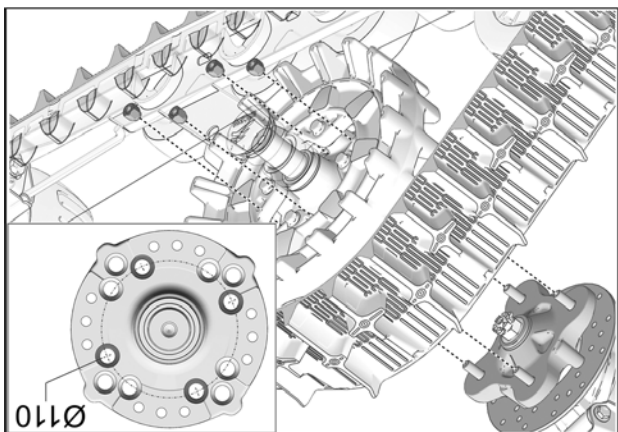

Fig. 10
9. Fixer le système de traction au moyeu de roue arrière. Utiliser le cercle de perçage de $\varnothing 110$ mm et les écrous de roue d'origine du véhicule. Fig. 10